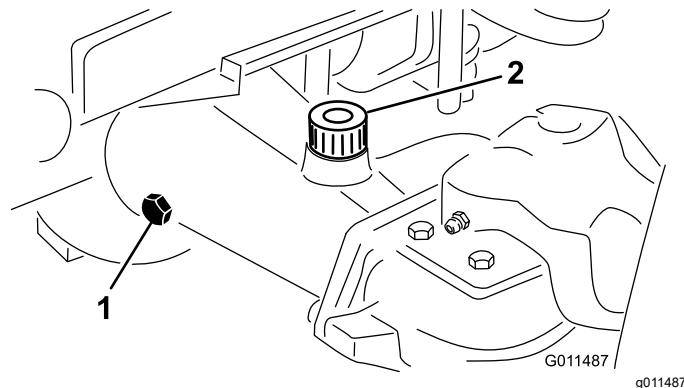

Figura 16
2. Retire o tampão de verificação de uma extremidade do eixo e certifique-se de que existe lubrificante até ao fundo do orifício (Figura 16).